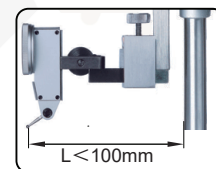

fig.1
- La distanza L tra il punto di contatto e la base deve essere compresa tra 100 mm (fig. 1).